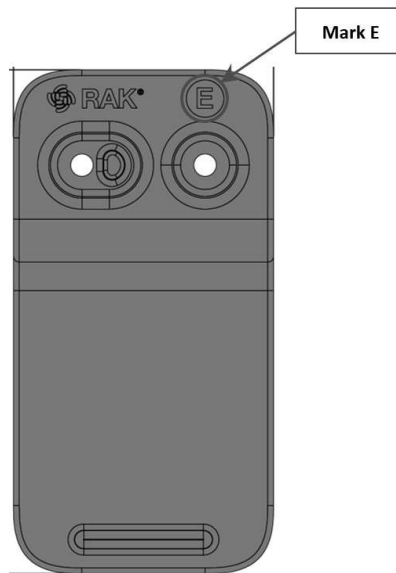

Abbildung 23: Mit dem Buchstaben E gekennzeichnetes Befestigungszubehör
1. Verwenden Sie für die Gürtelclip-Halterung ein (1) Stück des Halterungszubehörs mit einer Markierung mit dem Buchstaben E gekennzeichnet ist, wie in Abbildung 23 dargestellt.